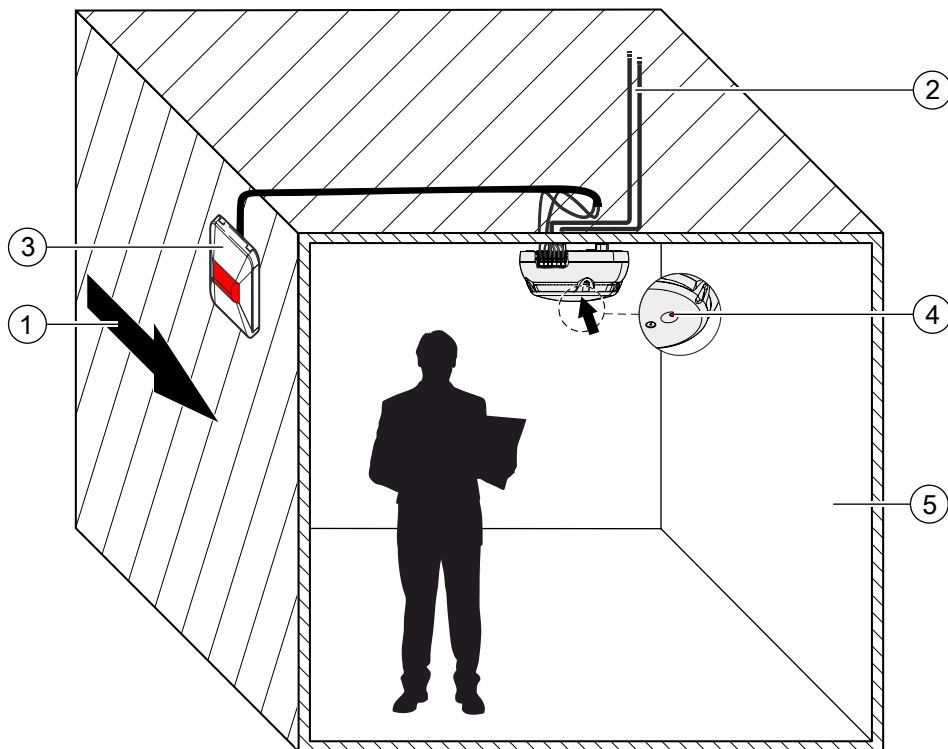

Fig. 2
2. Accessible ventilation ducts (Fig. 2)
To monitor accessible ventilation ducts, optical smoke detectors without mounting kits can be installed on the ceiling of the ventilation duct. In addition, an FDAI91 or FDAI92 external alarm indicator (Fig. 2/3) must be installed on the outside of the ventilation duct in a clearly visible manner.
2. Begehbare Lüftungskanäle (Fig. 2)
Zur Überwachung von begehbaren Lüftungskanälen können optische Rauchmelder ohne Montagesatz an die Decke des Lüftungskanals installiert werden. Zusätzlich muss an der Außenseite des Lüftungskanals gut sichtbar ein externer Alarmindikator FDAI91 oder FDAI92 (Fig. 2/3) installiert werden.